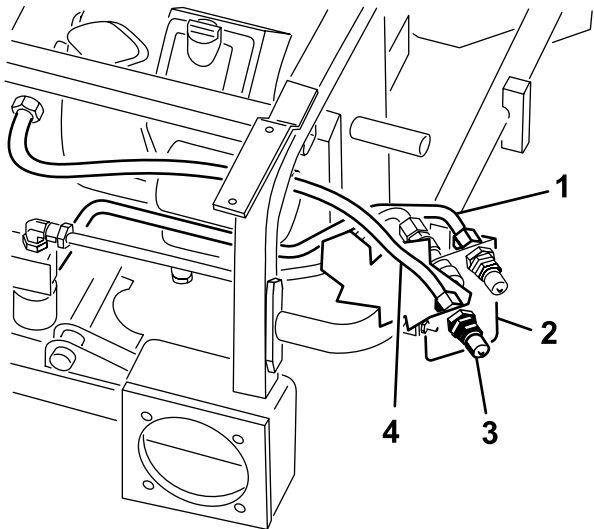

图 16
7. 将 5 号液压管线软管松松地安装到下阳连接器图 16。